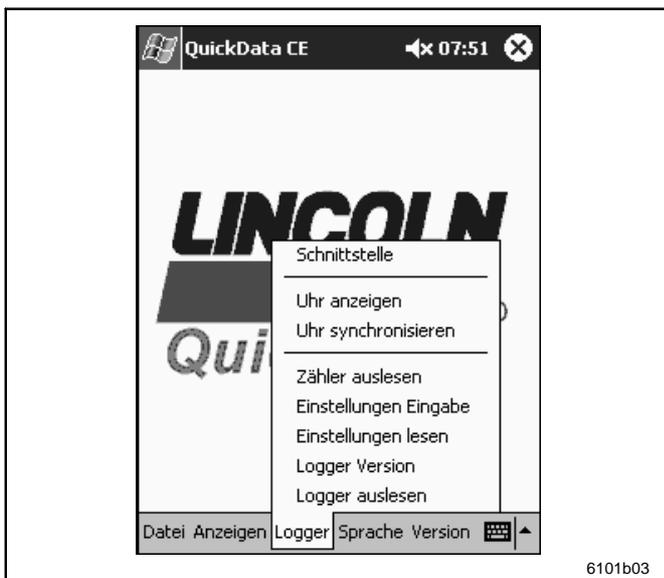

Abb. 14 Pull-Up-Menü „Logger“
- Betätigen Sie in der Menüleiste „Logger“ und im Pull-Up-Menü „Uhr anzeigen“ (siehe Abb. 14).
- Betätigen Sie in der Menüleiste „Logger“ und im Pull-Up-Menü „Uhr synchronisieren“ (siehe Abb. 14).
- ➔ Betätigen Sie in der Menüleiste „Logger“ und im Pull-Up-Menü „Einstellungen Eingabe“ (siehe Seite 11, Abb. 14).
- ➔ Betätigen Sie in der Menüleiste „Logger“ und im Pull-Up-Menü „Einstellungen lesen“ (siehe Seite 11, Abb. 14).
- Betätigen Sie in der Menüleiste „Logger“ und im Pull-Up-Menü „Logger Version“ (siehe Seite 11, Abb. 14).
- Betätigen Sie in der Menüleiste „Logger“ und im Pull-Up-Menü „Logger auslesen“ (siehe Seite 11, Abb. 14).